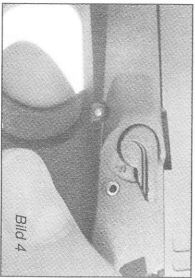

Bild 4
- 1 Bringen Sie in die Laufmündung den Leuchtgeschoss-Apparat an (Bild 4).